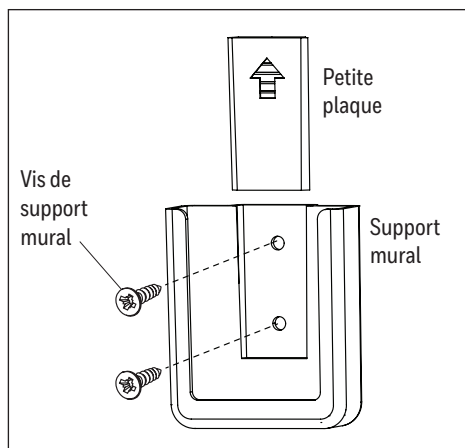

Figure 4.7
- La télécommande est livrée avec un support mural. Pour installer le support mural, retirez la petite plaque afin d'exposer les trous de vis. Insérez les vis du support mural dans les trous, puis dans le mur, et couvrez-les à l'aide de la petite plaque retirée précédemment. La télécommande peut être rangée dans le support mural pour faciliter l'accès (Figure 4.7).